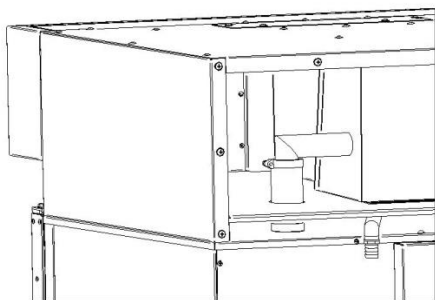

Рис. 9
13. Установить зонт на печь (предварительно снять заднюю стенку зонта); необходимо совместить трубки выходящие из печи с установленными рукавами (патрубками) с соответствующими патрубками зонта и закрепить их между собой хомутами (см. Рис. 9);